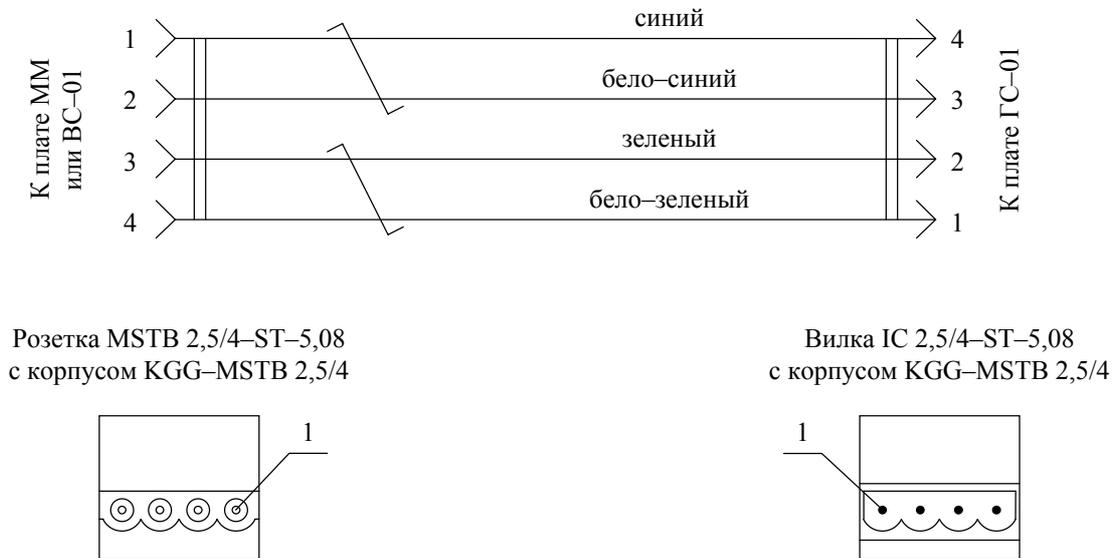

Рис. 2
7.6. Выполните монтаж соединителей из комплекта монтажных частей согласно табл. 6, табл. 7 и руководствам по эксплуатации плат КО и плат КМ. Для передачи потока Е1 между платами ГС-01 и одной из плат ММ или ВС-01 изготовьте шнур из соответствующих соединителей и четырехпарного кабеля из комплекта монтажных частей согласно рис. 2. Установите на все соединители кожухи из комплекта монтажных частей.